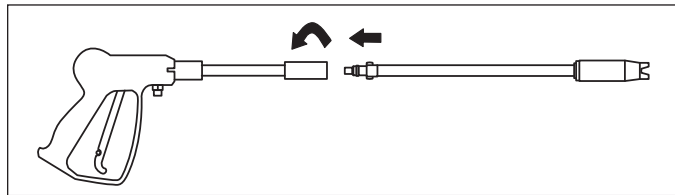

Figura 3 – Conexión de la pistola y lanza
1. Inserte la lanza en la pistola y gírela en el sentido de las agujas del reloj hasta que llegue a su tope, como se muestra en la Figura 3.